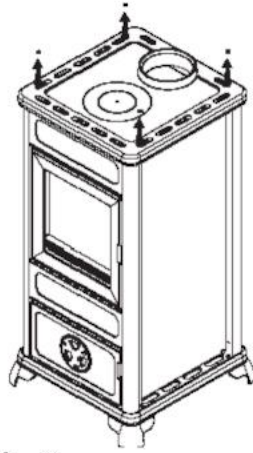

fig. 2
- Entfernen Sie das Oberteil durch Lösen der 4 Schrauben, wie in Abb. 2 gezeigt.